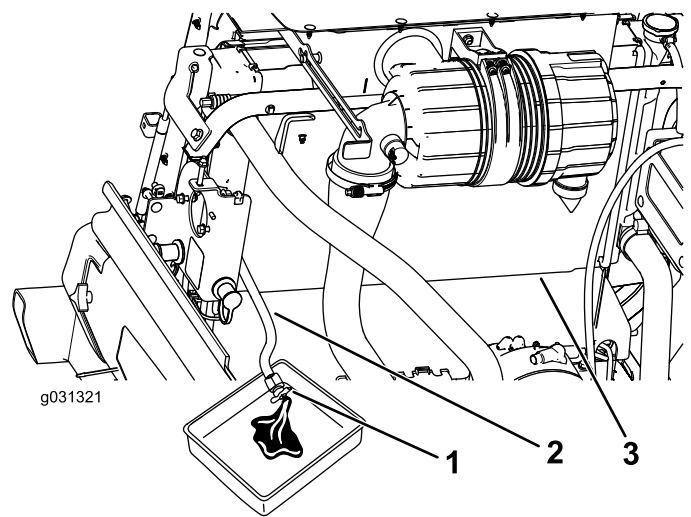

Figura 123
3. Coloque la manguera de vaciado del radiador en un recipiente de drenaje, abra la válvula de vaciado de la manguera del radiador, y vacíe el fluido en el recipiente de drenaje (Figura 123).